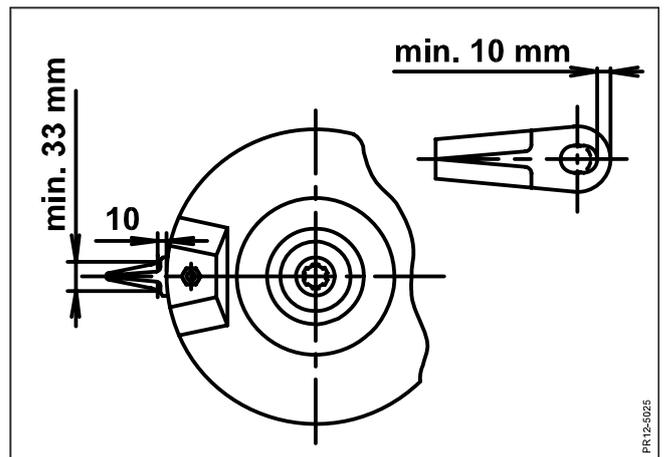

Fig. 6-5
- Fig. 6-5 Messer austauschen, wenn: